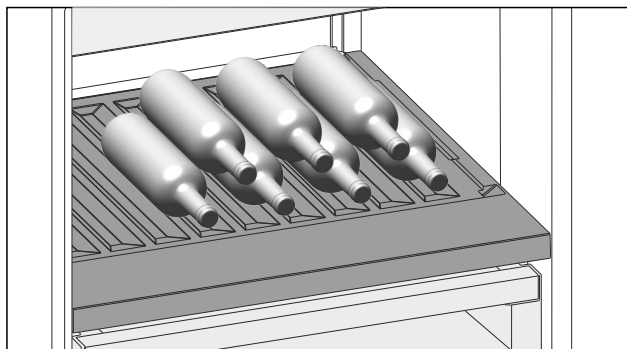

Fig. 142
- ▶ Flessen met de bodem naar achteren tegen de achterwand plaatsen. (zie Fig. 142)